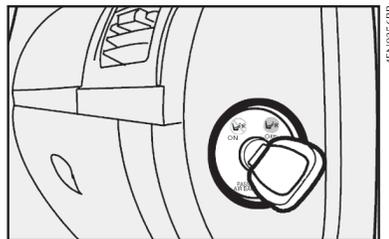

fig. 132
**B** - Airbag do lado do passageiro desativado: (posição **OFF B-fig. 132**) com luz-espia  no quadro de instrumentos acesa.